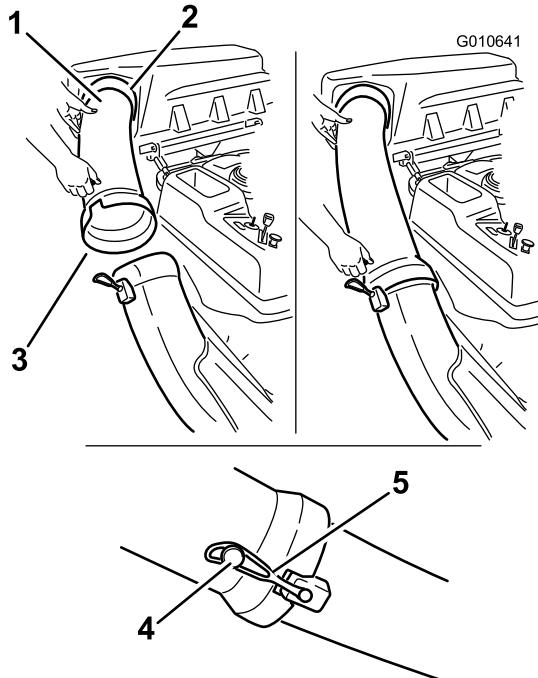

Figure 23
- Glissez l'extrémité courbe du tube d'éjection dans l'ouverture du couvercle du collecteur (Figure 23).
- Glissez l'extrémité évasée du tube d'éjection sur l'extrémité de l'éjecteur. Accrochez la sangle en caoutchouc de l'éjecteur à l'ergot situé sur le tube d'éjection pour le fixer en position (Figure 23).